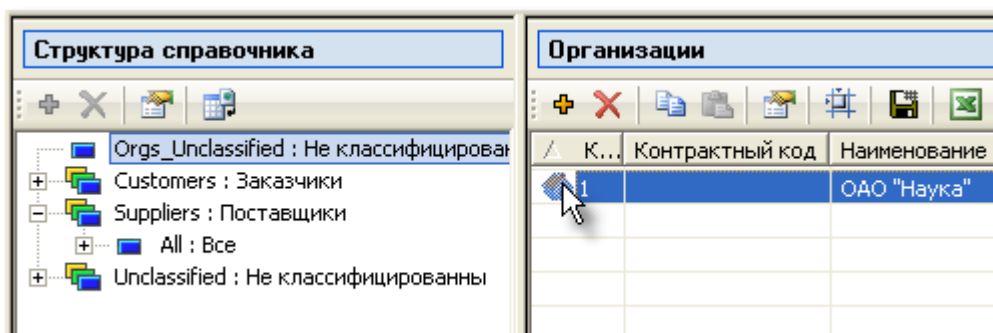

Рис. 4-39
1. Щелчком левой кнопки мыши выделите описание организации в таблице **Организации**. Затем, не отпуская кнопку мыши, перетащите описание организации к нужному разделу в **Структуре справочника** (рис. 4-39).